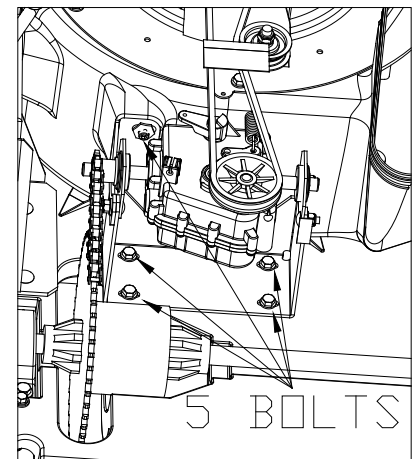

Fig. 21
- Lossa de 5 skruvarna som fäster drivsystemet (se Fig. 21 på den föregående sidan). Skjut den åt vänster och höger och kontrollera dess riktning med en rak kant. Dra åt de 5 skruvarna och upprepa steg 8.